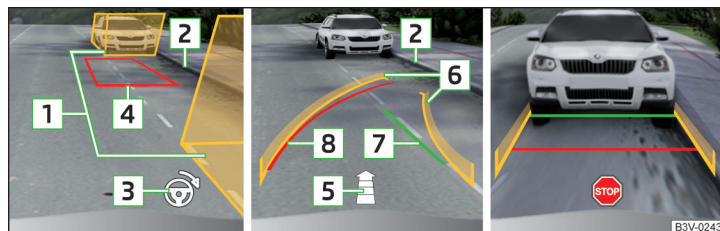

Fig. 284 Afișarea pe ecran
- Opriți autovehiculul astfel încât în spațiul dintre casetele ajutătoare **1** » fig. 284 să nu se afle niciun obstacol, iar caseta din spate să nu treacă peste limita laterală a spațiului de parcare (de ex. bordură) **2**.